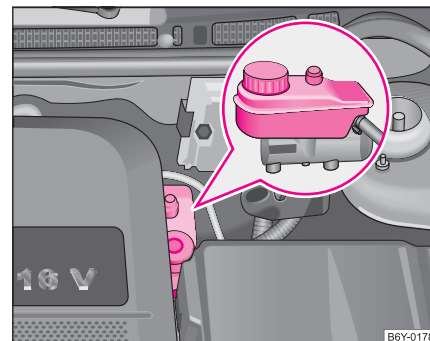

Abb. 141 Motorraum: Bremsflüssigkeitsbehälter
- Prüfen Sie den Bremsflüssigkeitsstand am Behälter ⇒ Seite 195, Abb. 141. Der Stand muss zwischen den Markierungen „MIN“ und „MAX“ liegen.